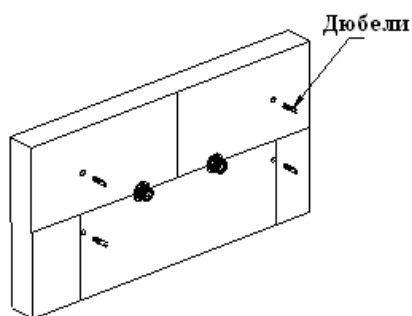

Рис.8
1.5. Дрелью просверлите отверстия  $\Phi 6$  для винтов, установите в отверстия дюбели (7) (рис.8).